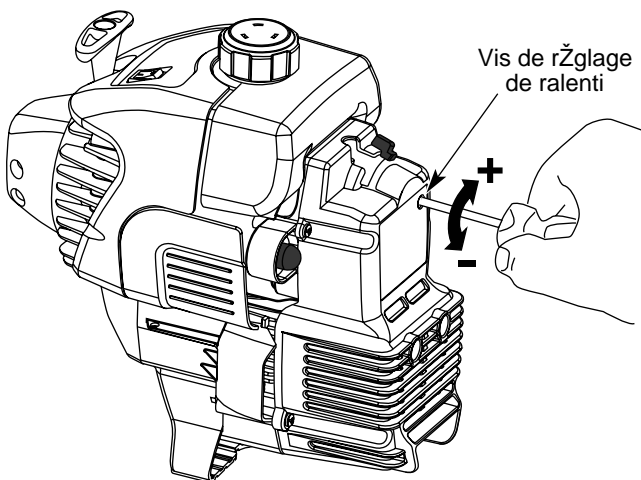

Fig. 27
Le régime ralenti du moteur est réglable par le couvercle du filtre à air/silencieux (Fig. 27).
2. Relâchez le levier d'accélérateur et laissez le moteur au ralenti. Si le moteur s'arrête, insérez un petit tournevis à embout cruciforme ou à tête plate dans le trou du filtre à air/couvercle du silencieux (Fig. 27). Vissez la vis de ralenti de 1/8 de tour à la fois (selon le besoin) jusqu'à ce que le moteur se mette bien au ralenti.